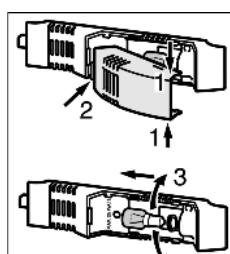

Fig. 6
- Возьмитесь за крышку лампы сверху и снизу Fig. 6 (1).
- Выведите крышку лампы сзади из зацепления и снимите Fig. 6 (2).
- Замените лампу накаливания Fig. 6 (3).